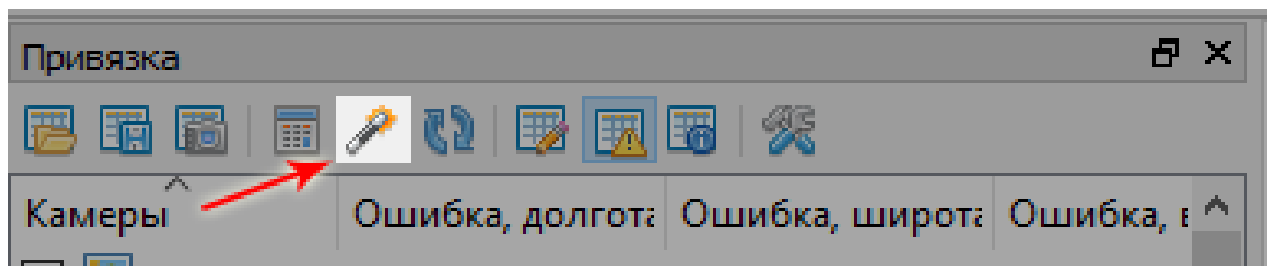

Рисунок 14. Кнопка меню *Оптимизация камер*.
5. На следующем этапе необходимо выровнять фотографии уже с учетом опорных знаков. В отличие от Этапа 1, точность выравнивания должна быть не менее *Средней*. Так же, необходимо сбросить текущее выравнивание. После выравнивания, необходимо произвести процедуру *Оптимизации камер* с *Адаптивным уточнением модели камеры* (рис. 14).